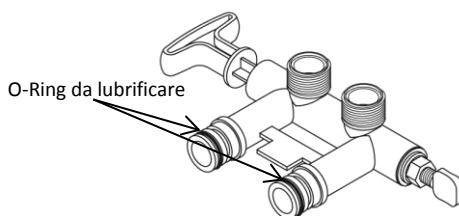

Figura 3 - Guarnizioni del bypass
5. Lubrificare gli o-ring con il grasso al silicone fornito (tubetto bianco) come mostrato in Figura 3.